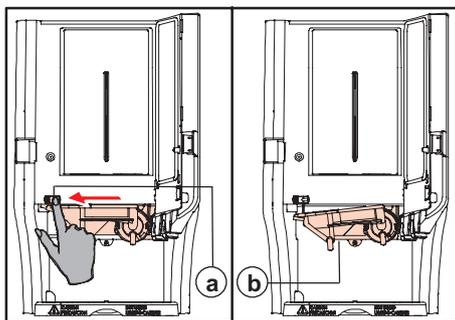

Fig. 50 Déverrouillage de la rigole
14. Retirez la rigole : déverrouillez la rigole en poussant le curseur rouge (fig. 50 a) vers la gauche. Le côté gauche de la rigole (fig. 50 b) peut alors sortir de son logement.